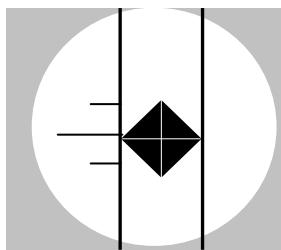

Abbildung 5-10 Bewegung der rechten dünnen Linie zur rechten Spitze
6. Drehen Sie die Mikrometerschraube bis die rechte dünne Linie sich nach rechts Richtung der gegenüberliegenden Spitze des Eindrucks bewegt, wie Abbildung 5-10 verdeutlicht.